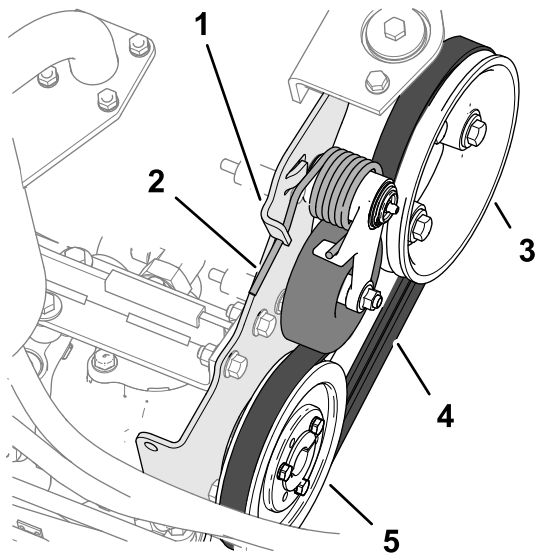

Bild 85
2. Drücken Sie das Ende der Riemenfeder nach unten und aus der Kerbe in der Lasche der Pumpenhalterung heraus, und schieben Sie das Federende nach vorne (Bild 85).